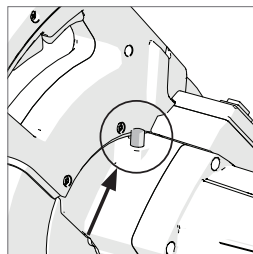

Рис. 39
- Нажмите на черную стопорную кнопку, чтобы заблокировать шпиндель **(рис. 39)**.